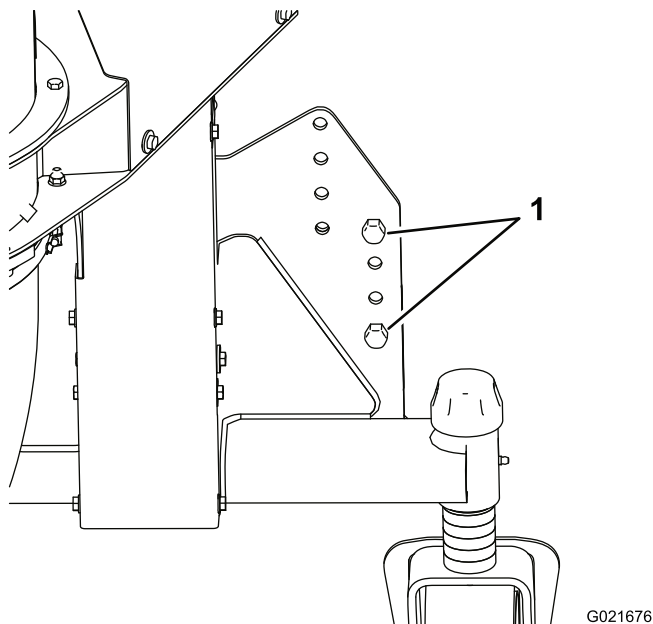

図 7
7. この状態で、ブローアをパレットに固定しているねじを注意深く外す。ねじを外し終わったら、木箱を脇にのけ、ブローアを床に降ろす（キャスタ・ホイールが床に接触するが、ストラップがまだピンと張っている状態にする）（図 7）。